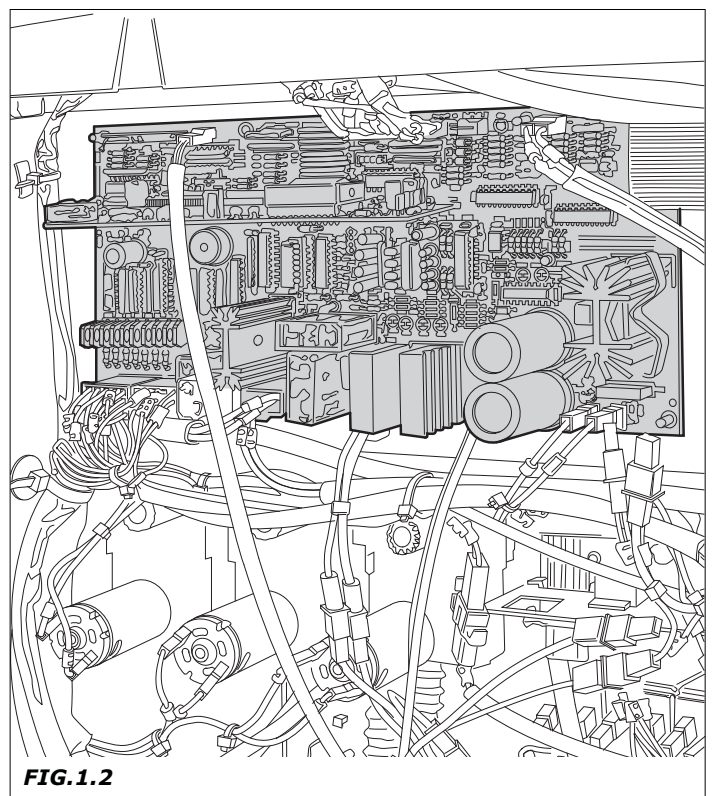

FIG.1.2
- Version du programme contenu dans le microprocesseur (étiquette adhésive sur le particulier montée sur la fiche Master) (figure 1.2).